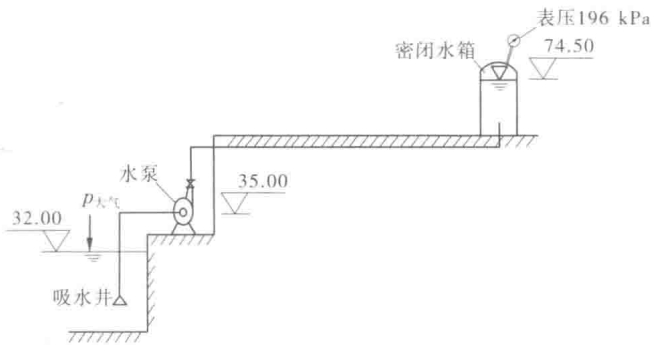

图 1-1-1 取水泵站示意图
6. 如图 1-1-1 所示取水泵站,水泵由河中直接抽水输入表压为 196 kPa 的高地密闭水箱中。已知水泵流量 $Q = 160 \text{ L/s}$,吸水管:直径 $D_1 = 400 \text{ mm}$,管长 $l_1 = 30 \text{ m}$,摩阻系数 $\lambda_1 = 0.028$;压水管:直径 $D_2 = 350 \text{ mm}$,管长 $l_2 = 200 \text{ m}$,摩阻系数 $\lambda_2 = 0.029$ 。假设吸、压水管路局部水头损失各为 1 m,水泵的效率 $\eta = 70\%$,其他标高见图 1-1-1。试计算水泵扬程 H 及轴功率 N 。